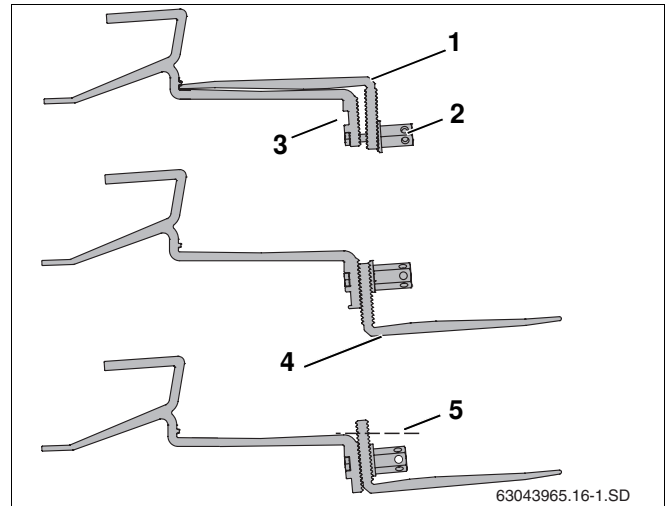

Fig. 14 Fixer le crochet sur le chevron
Sur certaines couvertures, il peut s'avérer nécessaire de poser des planches/madriers sous la partie inférieure du crochet (fig. 14, **pos. 4**) pour que celui-ci soit posé en haut sur la tuile.
- ▶ Dévisser l'écrou long à tête hexagonale (fig. 14, **pos. 2**).
- ▶ Insérer la vis dans la perforation longitudinale (fig. 14, **pos. 3**).
- ▶ Fixer la partie inférieure du crochet (fig. 14, **pos. 1**) sans serrer. Ne pas encore serrer le raccord à fond.